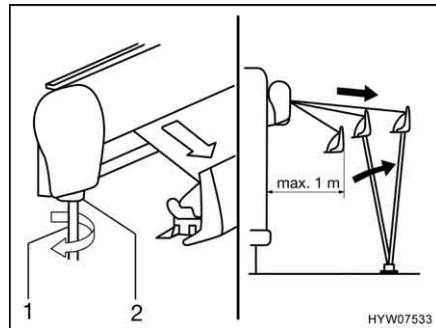

Fig. 30 Estrazione della tenda
- Inserire la manovella (Fig. 30,1) nel supporto a baionetta (Fig. 30,2) della tenda e girarla in senso antiorario.